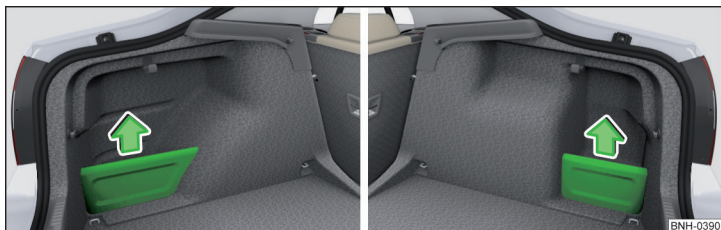

Abb. 107 Ablagefachabdeckung links/rechts abnehmen
► Zum **Abnehmen** die Abdeckung am oberen Teil fassen und in Pfeilrichtung abnehmen » Abb. 107.